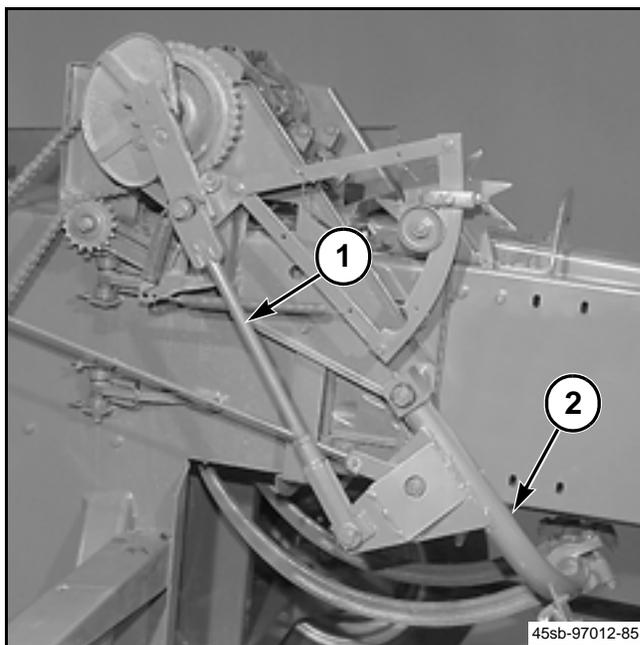

FIG. 76
FIG. 76: Desconecte la varilla accionadora del portador de agujas (1) del portador de agujas (2). Tire hacia adelante del portador de agujas hasta que las agujas entren en el conjunto de anudador de cordel. Mueva las agujas de lado a lado en el portador de agujas hasta que las agujas rocen levemente contra la superficie de la caja del eje de la podadora en el conjunto de anudador o contra el bastidor del anudador. Ajuste las agujas para que no rocen tan fuertemente como para hacer que se salgan del arco de desplazamiento libre.